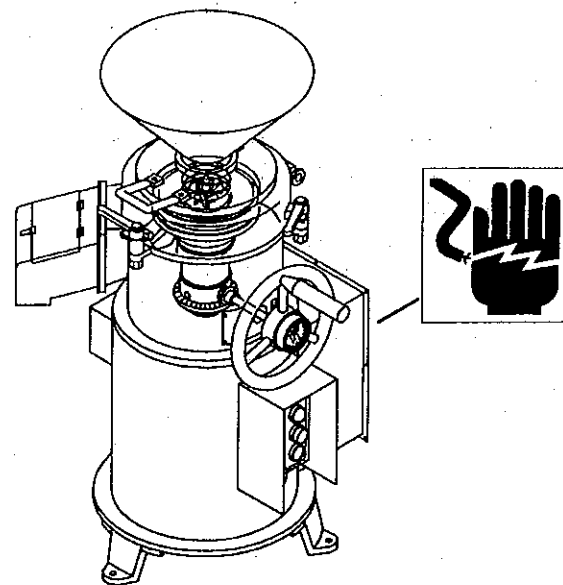

図 14-3
- ・機械の故障により制御盤内部を点検するには必ず点検前に1次側電源を切って作業してください。電源を切らないで電極に触れた場合は感電します。（図14-3）